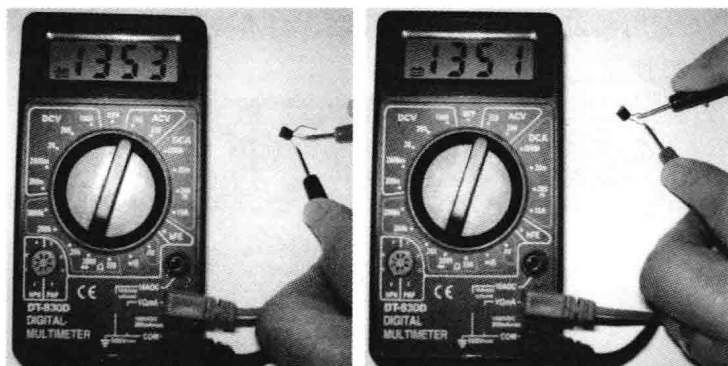

图 7-17 检测三极管
(3) 用万用表的黑表笔接晶体管的某一管脚（假设它是基极），用红表笔分别接另外的两个电极。如果万用表指针指示的两个阻值都很小（或都很大），那么黑表笔所接的那一个管脚便是基极；如果指针指示的阻值一个很大，一个很小，那么黑表笔所接的管脚肯定不是三极管的基极，要换另一个管脚再检测，如图 7-17 所示。
(4) 当基极 b 确定后，用黑表笔接基极，红表笔分别和另外两个电极相接，若测得两个电阻均很小，即为 NPN 型三极管；若测得两个电阻均很大，即为 PNP 型三极管。
(5) 以 PNP 为例，基极 b 确定后，将万用表置于 $R \times 100$ 或 $R \times 1k$ 挡，假设一极为集电极 c ，用黑表笔接触这个管脚，同时用手连接基极 b 和另外一个电极（注意不要使二者直接接触），红表笔接另一电极，测得一电阻值；然后，假设另一脚为集电极